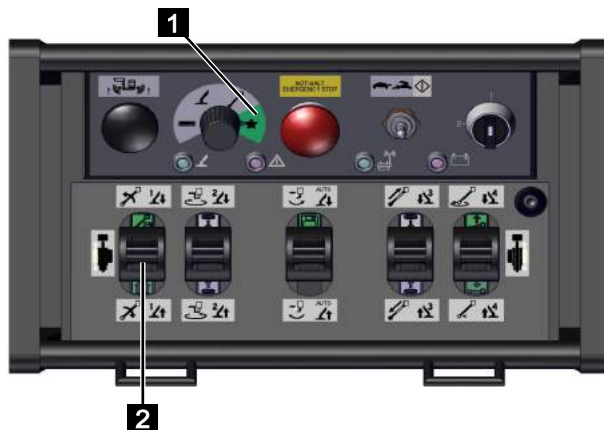

Fig. 141
2. Placer le sélecteur de fonction (Fig.141/1) sur [Fonction spéciale] (vert).
3. Manipuler le levier de commande (Fig.141/2) conformément au tableau suivant.